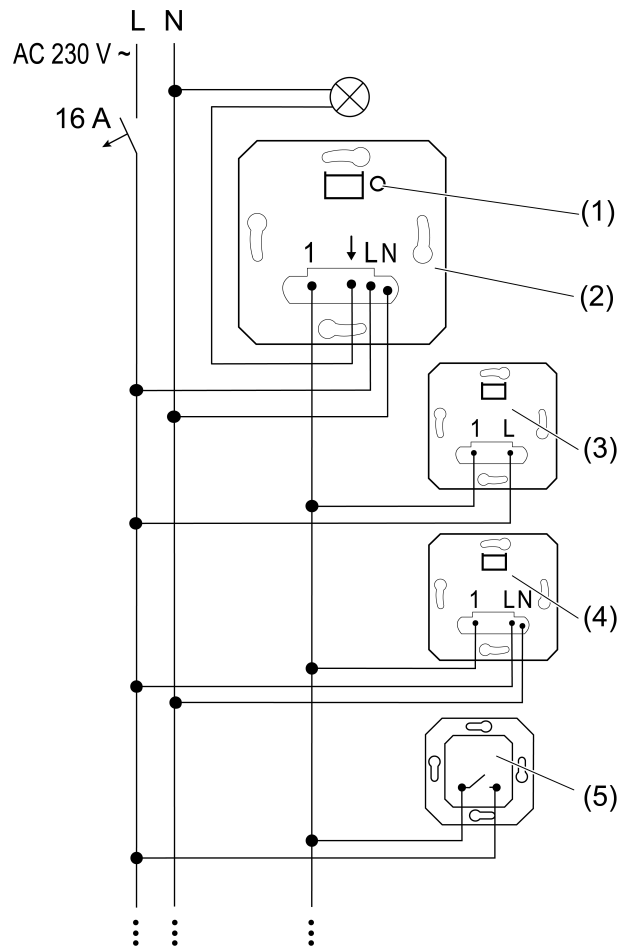
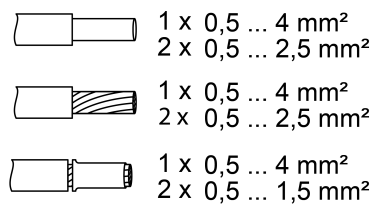

Imagen 1: Plan de conexión con mecanismos auxiliares opcionales
Imagen 2: Sección de línea enchufable
- Conectar el conmutador integrado (2) conforme al plano de conexión (Imagen 1). Tenga en cuenta las secciones de cable conectables por apriete (Imagen 2).
- Conectar la estación auxiliar de 2 hilos (3), la estación auxiliar de 3 hilos (4) y el pulsador, el contacto de cierre (5), opcional.
- i** Pulsando brevemente la tecla **TEST** (1) se puede conmutar la carga.